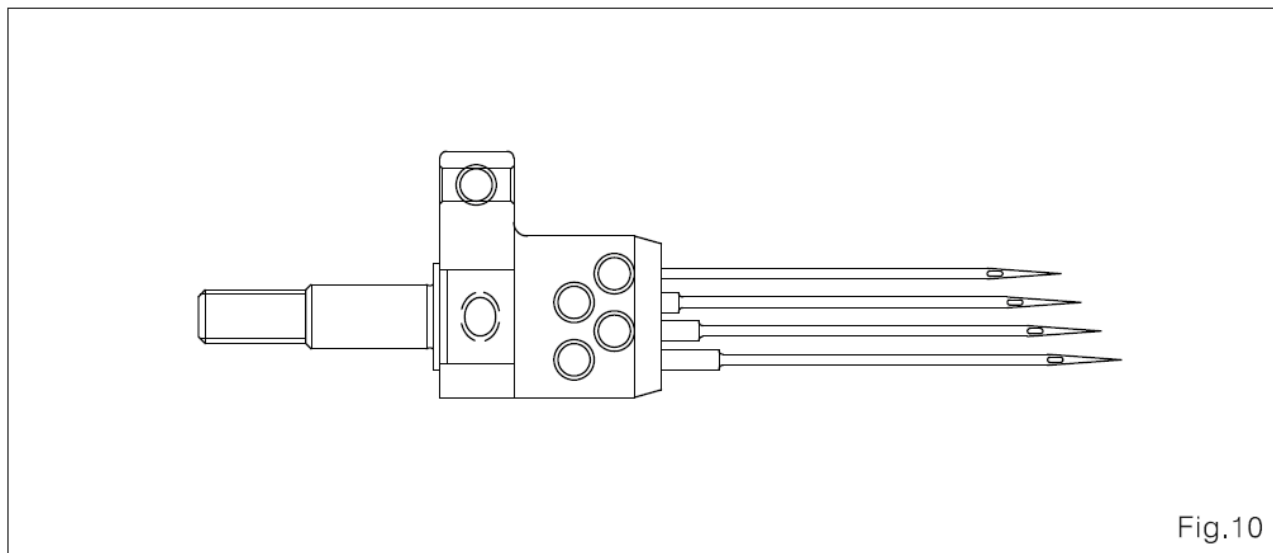

Fig.10
- ⑧ é o número de agulhas. (Fig.10)